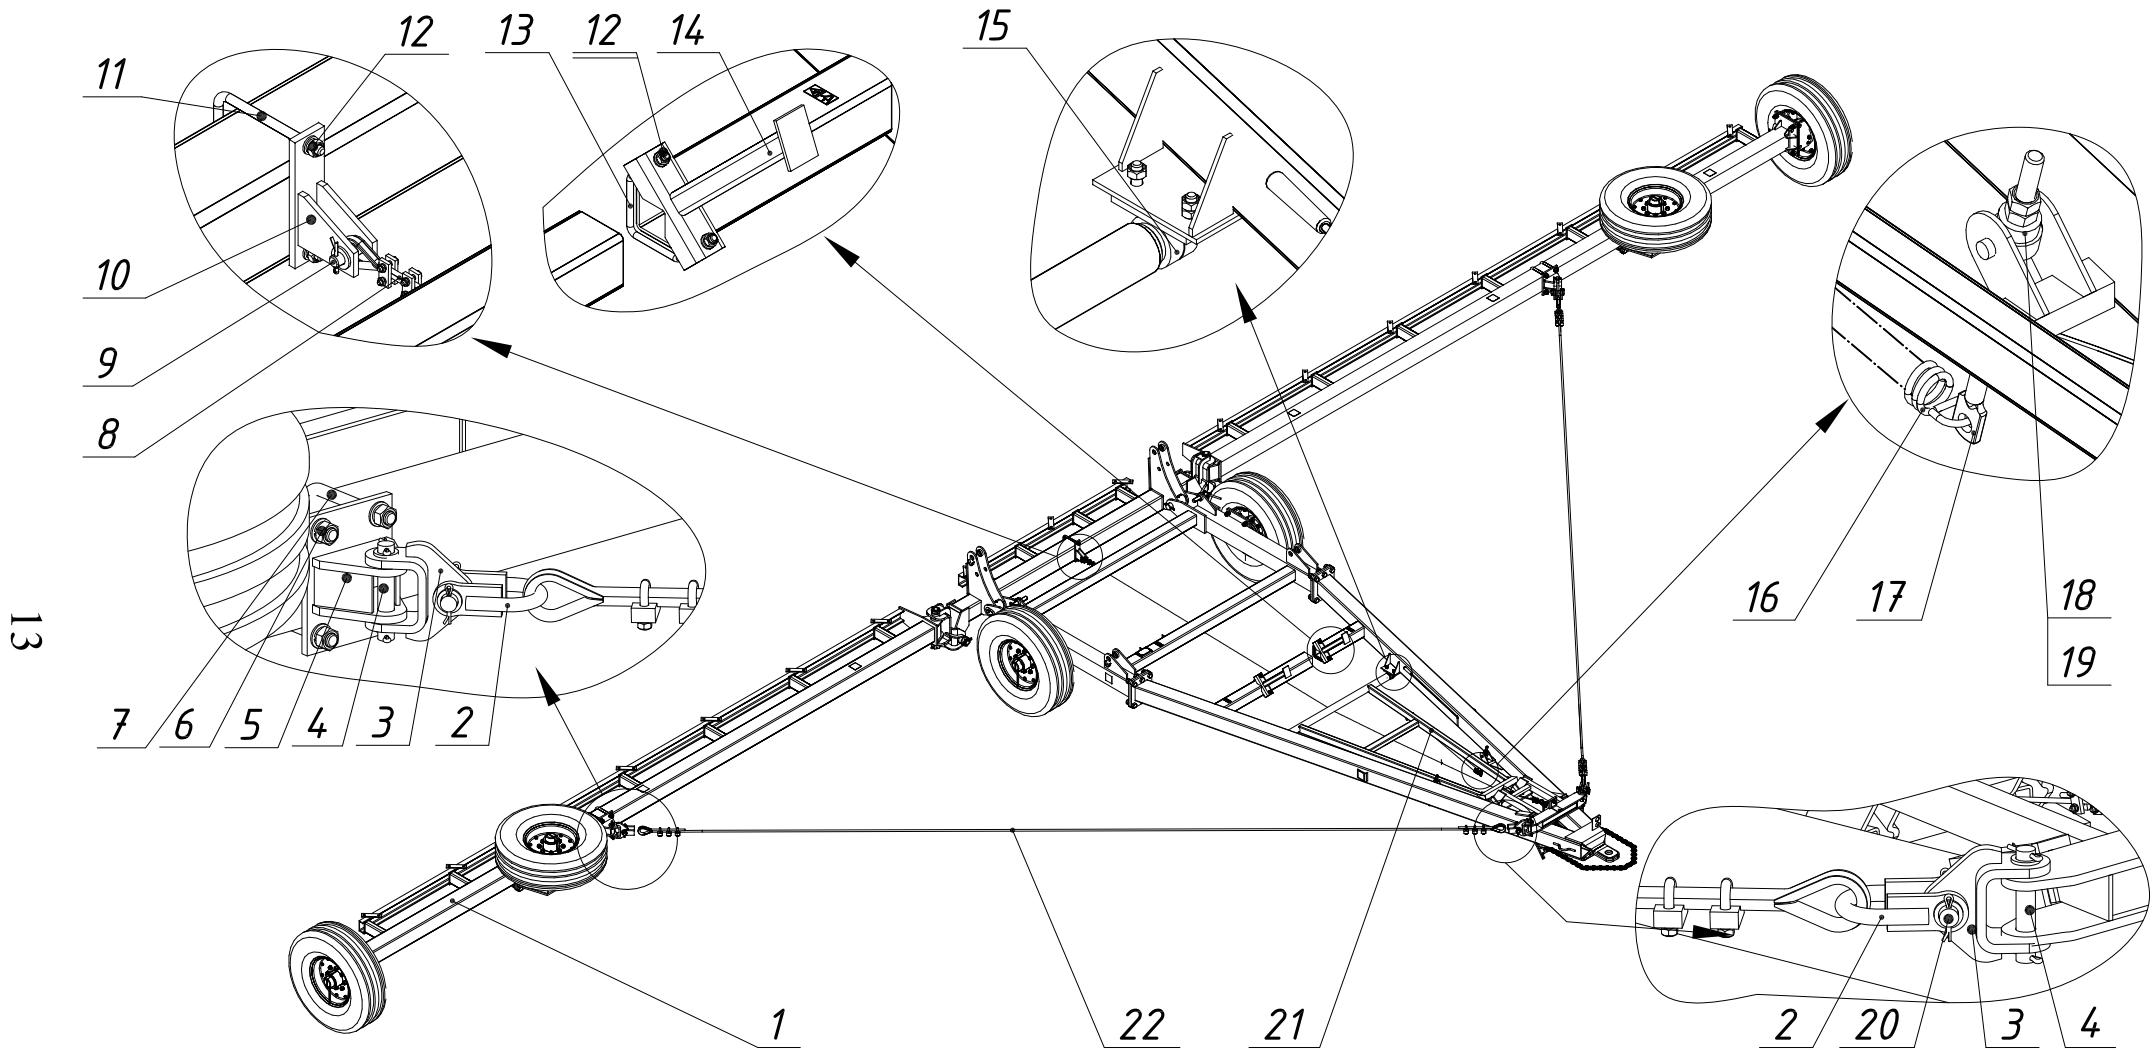
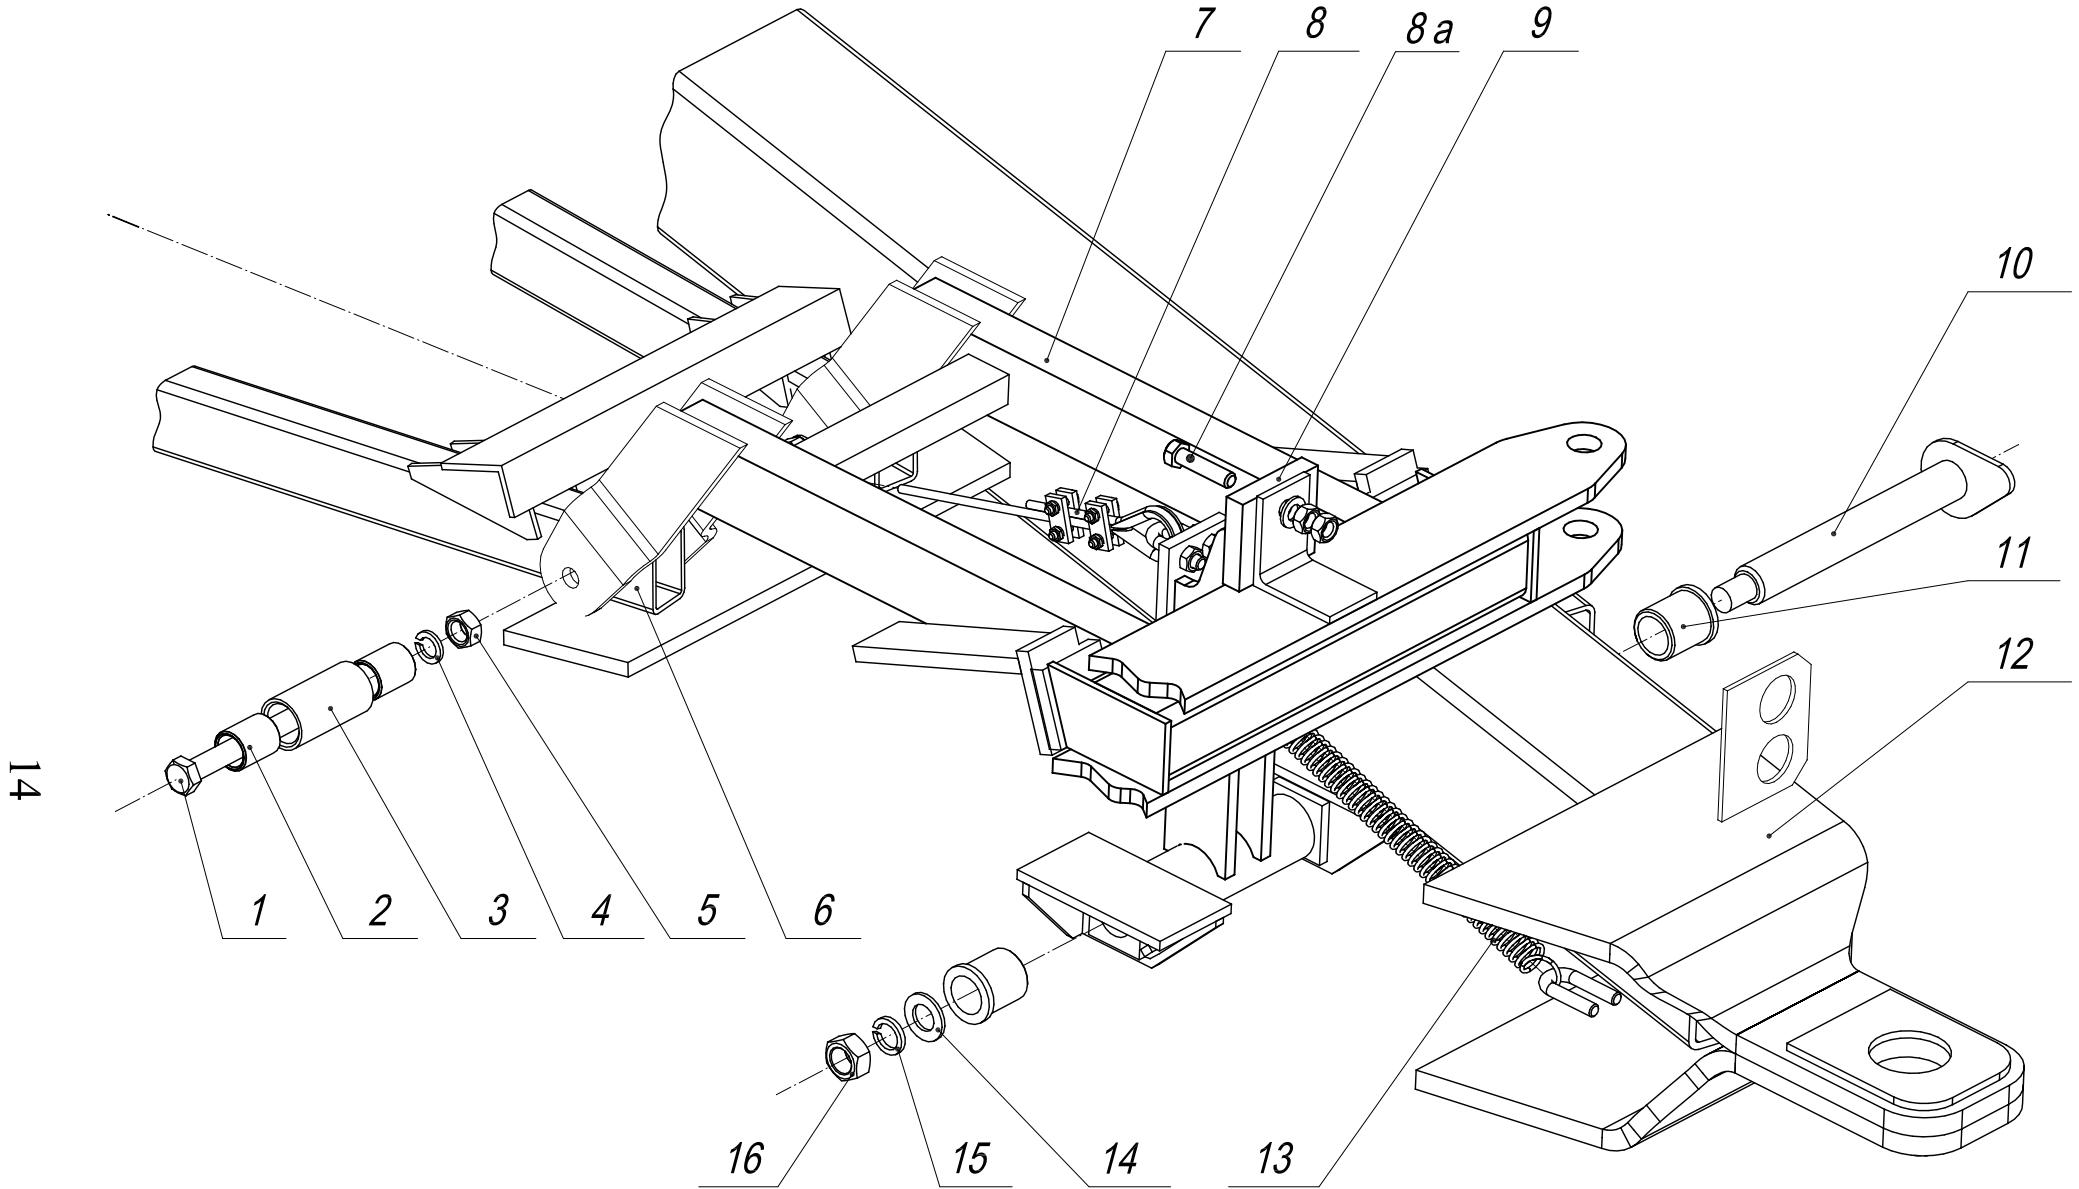

Рис.9 Механизм тросов сцепки
Рис.10 Штанга СГВ 04.010
2.1.7. Тросовый механизм (рис.9,10) служит для фиксации тросовых растяжек во время работы и их расфиксирования при переводе сцепки в транспортное положение. Механизм состоит из канатов 22 и 23 ($\varnothing 14$) соединенных со штангой 21 (шарнирно закрепленной на дышле сцепки) и с боковыми балками сцепки через скобы 2, 3 и кронштейн 5.
Фиксатор 9 (рис.10) приводится в движение (при переводе сцепки в транспортное положение) тросом 8, который прикреплен к центральной балке через кронштейн 10 (рис.9). В обратное положение фиксатор возвращается под действием пружины 13 (рис.10). Для ограничения проворота штанги на дышле сицизы смонтированы упоры 14(рис.9). Штанга 21 (рис.9) возвращается в рабочее положение пружиной 16. На коротких тросах 22 монтируются пружины 16, которые предотвращают провисание троса в транспортном положении.